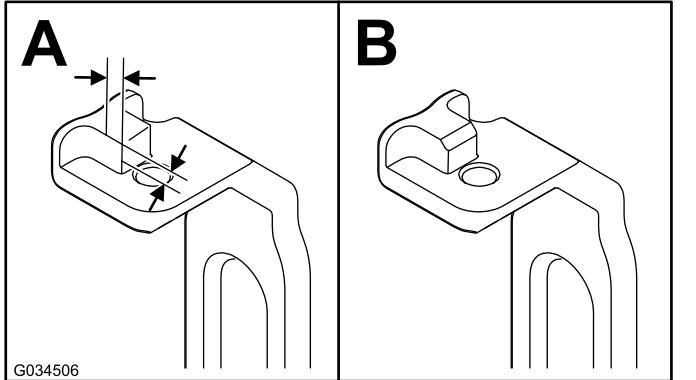

Figura 5
2. En ambos brazos de inclinación (Figura 4), mida 2.3 mm en las pestañas y amole la esquina, tal y como se muestra en la Figura 5.